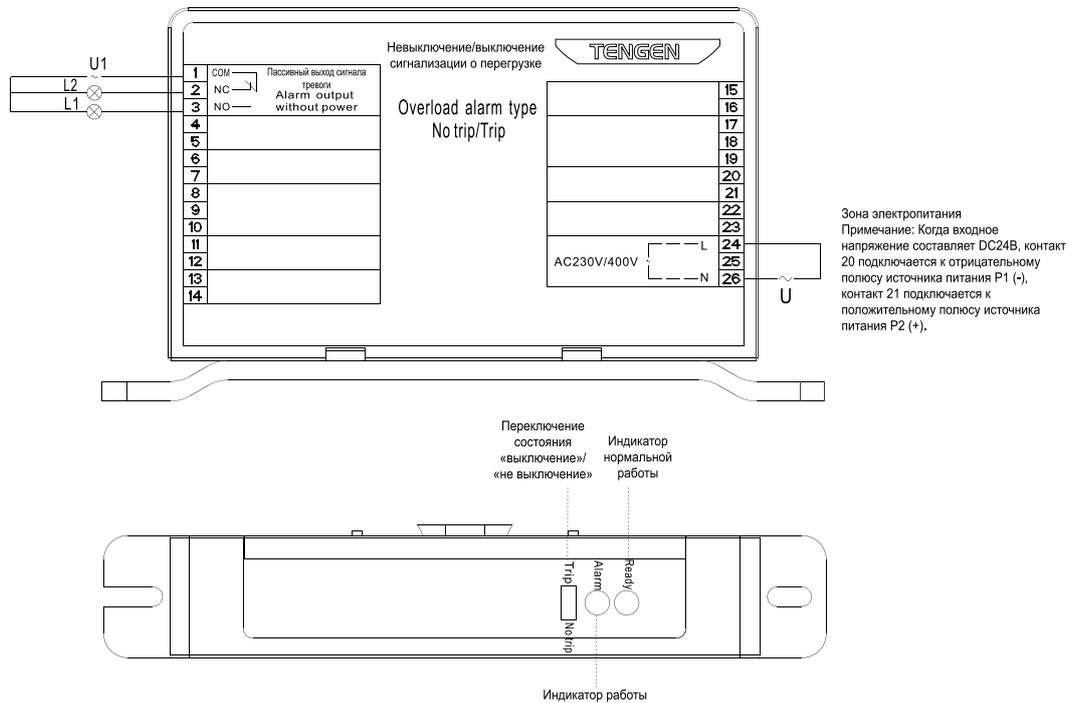

Рис. 6 Описание модуля нерасцепления сигнализации о перегрузке
8.6.4.1 Описание модуля нерасцепления сигнализации о перегрузке (см. рис. 6)